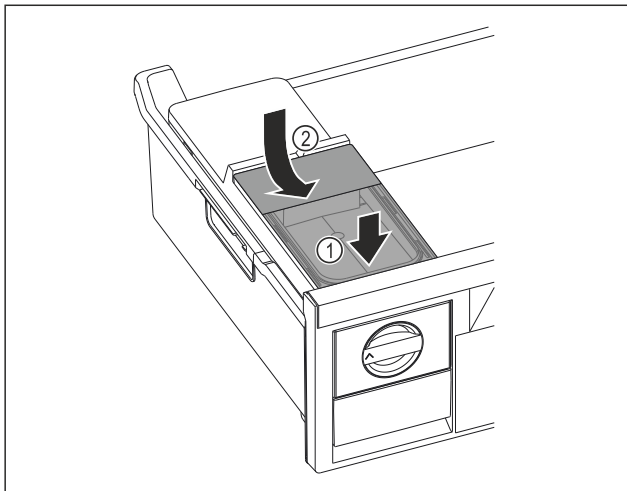

Fig. 142
- Placer le réservoir d'eau à l'avant. Fig. 142 (1)
- Abaisser le réservoir d'eau à l'arrière. Fig. 142 (2)